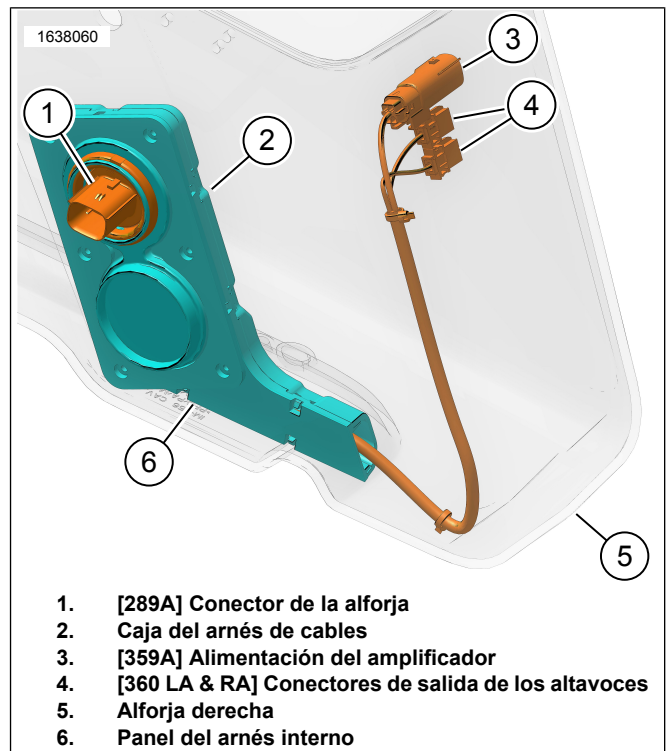
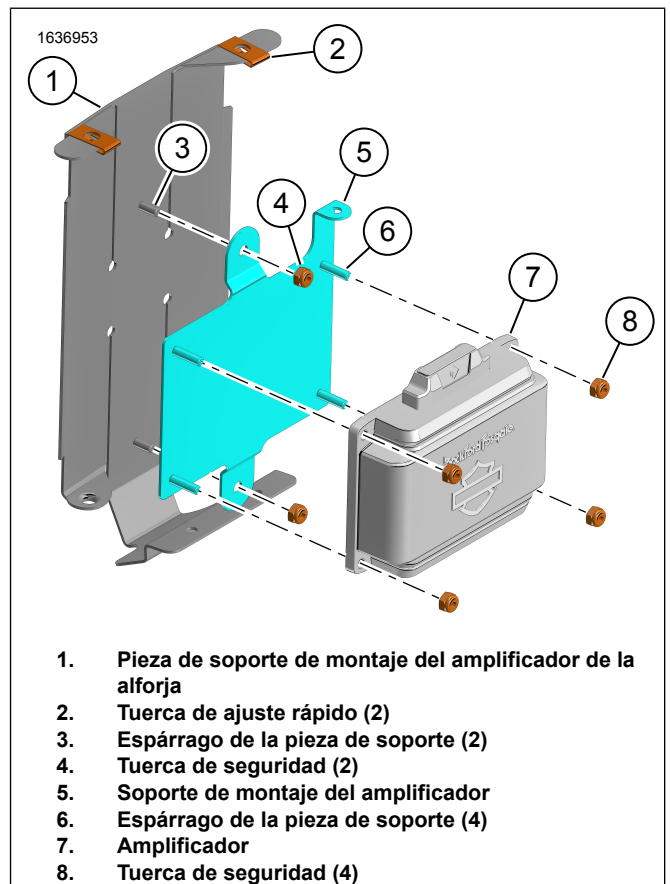
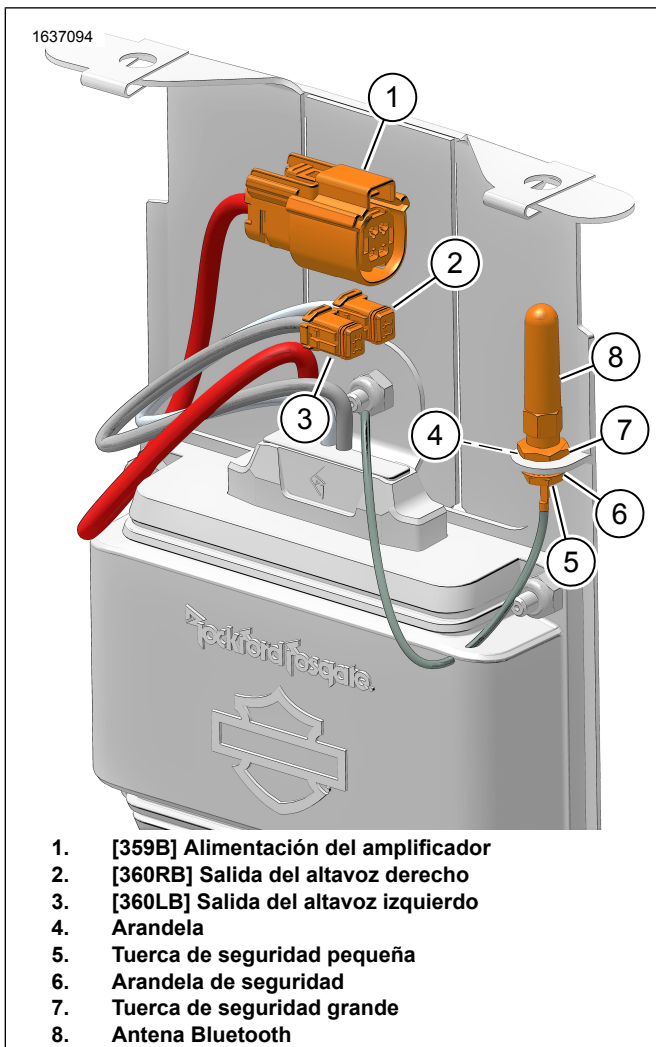
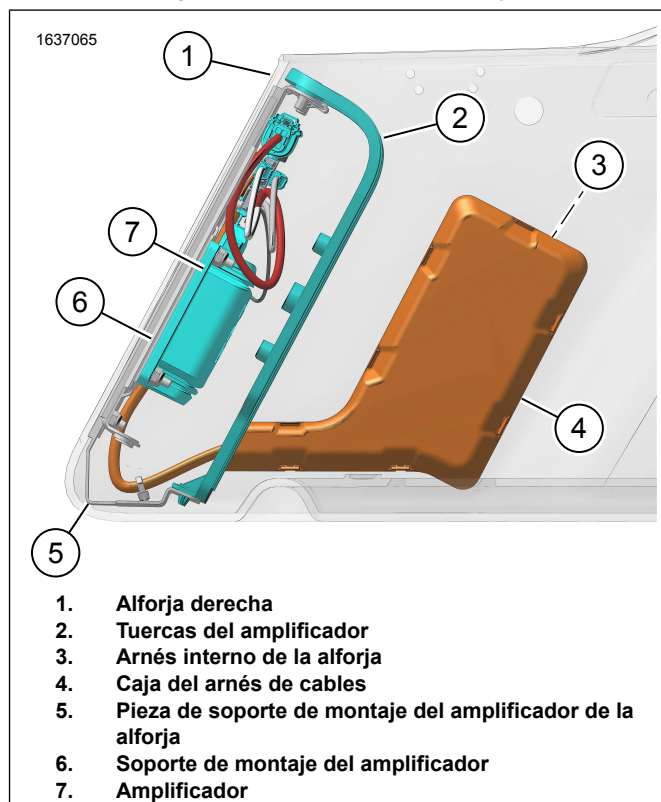

Figura 8. Arnés de cables internos 69202871
Figura 9. Pieza de soporte de montaje del amplificador
Figura 10. Conjunto del amplificador
Figura 13. Arnés de la alforja con amplificador
8. Figura 8 Instale el arnés de cables internos como se muestra.
- a. Instale la cubierta del arnés de cables (2).
9. Figura 10 Monte la antena.
- a. Instale la arandela de bloqueo pequeña (5) y la arandela de bloqueo (4) en la base de la antena.
- c. Instale la arandela (4) y la tuerca de seguridad grande (7). Apriete el conjunto.
10. Figura 9 Monte la pieza de soporte de montaje del amplificador.
- a. Instale las tuercas de ajuste rápido (2).
- b. Instale el soporte de montaje del amplificador (5) en el espárrago de la pieza de soporte (3).
- c. Instale la tuerca de seguridad (4). Ajuste.
- d. Instale el amplificador (7).
- e. Instale la tuerca de seguridad (4). Ajuste.
11. Figura 13 Instale el conjunto de soporte e montaje del amplificador.
14. Vea la Figura 8 y la Figura 10 . Conecte el arnés de cables internos al conjunto del amplificador.
15. Vea la Figura 10. Conecte los cables de los altavoces derechos al conjunto del amplificador.
Vea la Figura 8 y la Figura 10 . Conecte el arnés de cables internos al conjunto del amplificador.